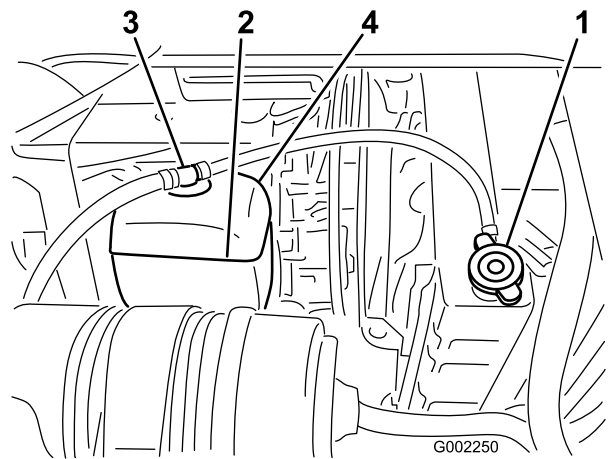

Figure 55
2. Lorsque le moteur est froid, retirez le bouchon du radiateur (Figure 55).